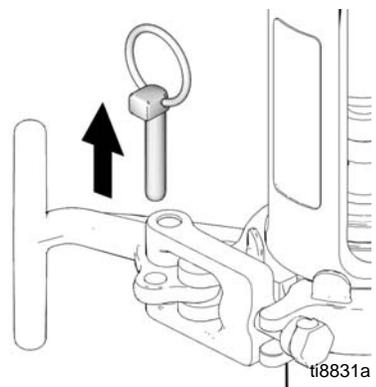

FIG. 17
7. (Fig. 17) Sortir la goupille.